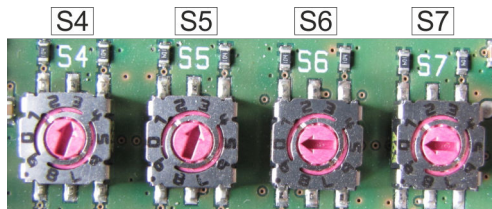

Abb. 45: Konfiguration
3. System mit Adressen konfigurieren (Abb. 45).